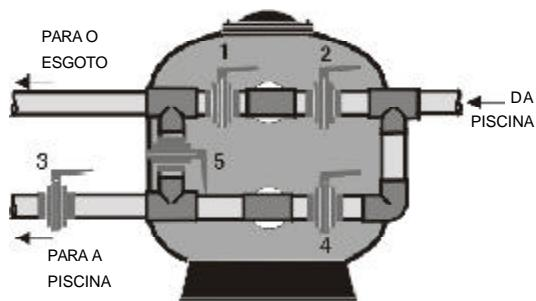

FIG.13
8.2 BATERIAS DE 5 VÁLVULAS (FIG.13)